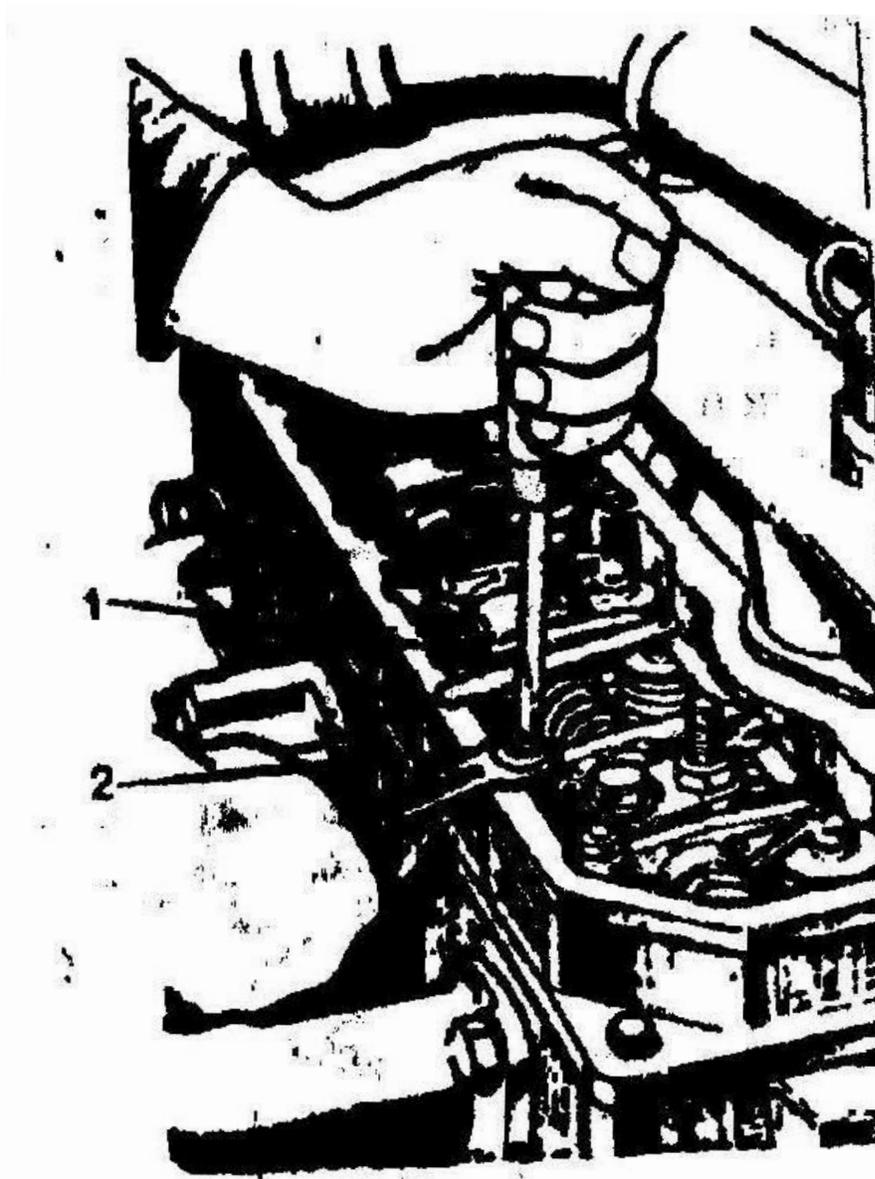

Рис. 45. Регулировка зазора в клапанах:
-отпустите контргайку 1 (рис. 45) винта 2 на коромысле регулируемого клапана и, поворачивая винт, установите с помощью щупа необходимый зазор между бойком коромысла и торцом стержня клапана;